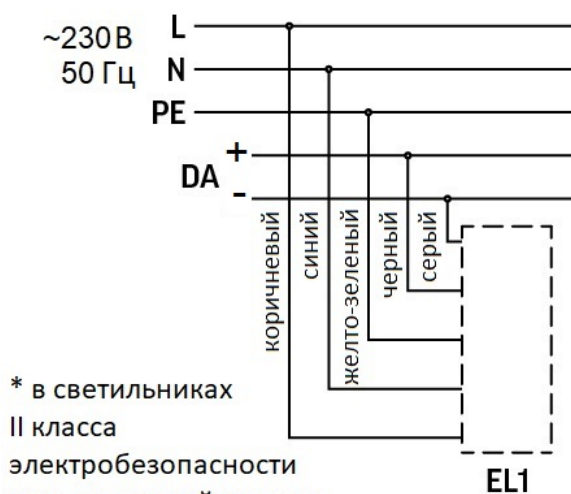

Рис. 1
2. Нажмите на фиксатор и снимите декоративные крышки с двух сторон (см. Рисунок 1)